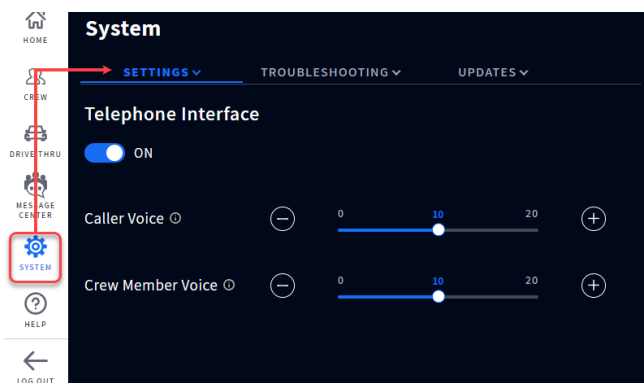

Fig. 11.5
2. Inicie sesión en la estación base NEXEO y vaya a Sistema > Configuración. Seleccione Interfaz telefónica en la lista desplegable, véase la Fig. 11.5. Cambie el interruptor de APAGADO a ENCENDIDO y, si es necesario, utilice los controles deslizantes para ajustar los niveles de volumen.